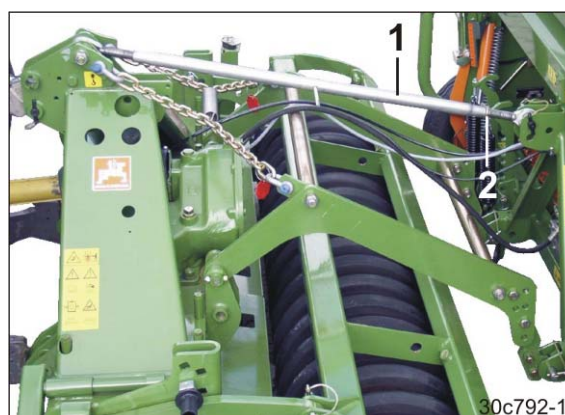

Bild 104
8. Fäst toppstången (Bild 104/1) på såmaskinens övre ledpunkt (kat. II).
10. Justera såmaskinen rakt genom att förlänga eller förkorta toppstången. Säkra inställningen av toppstången med kontramuttern (Bild 104/2).